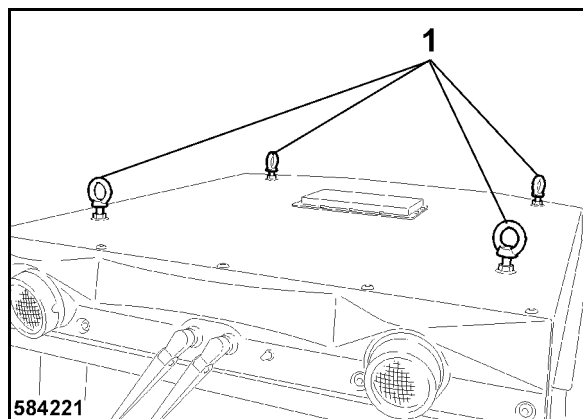

Bild 182
- Kiinnitä kiinnitysvälineet neljään nostolenkkiin 1 (Bild 182).